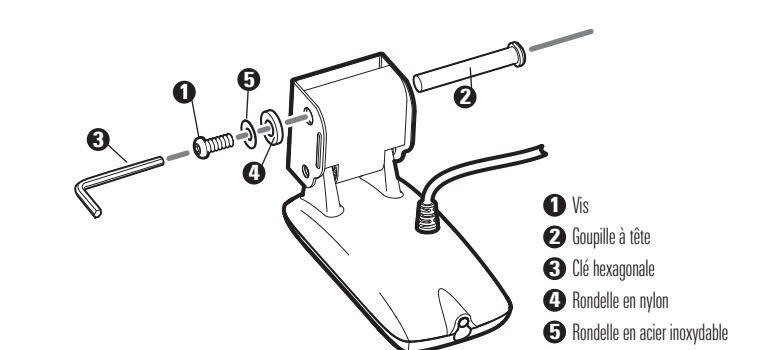

Figure 8
- Placez la rondelle de nylon sur l'extrémité opposée de la goupille à tête. Placez la rondelle en acier inoxydable sur les filets de la vis 1/4-20 x 3/4 po (19 mm), puis insérez la vis dans l'extrémité opposée de la goupille à tête et serrez-la à la main seulement (Figure 8). La vis est enduite d'un adhésif frein-filet pour éviter qu'elle ne se desserre; vous ne devriez pas la serrez complètement avant que les réglages finaux ne soient terminés.